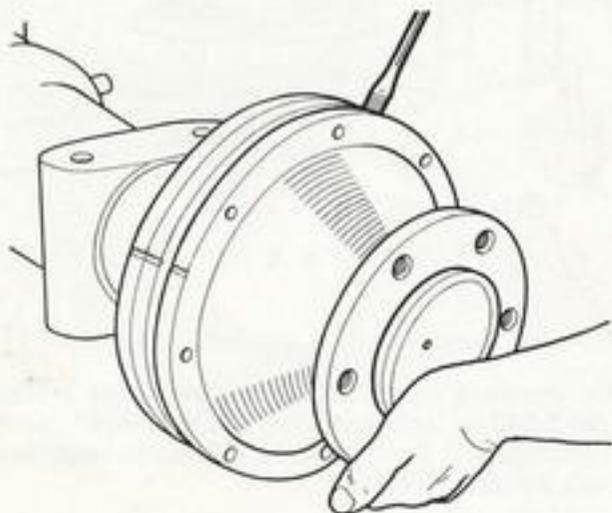

Fig. 2
- A l'aide d'un tournevis engagé dans les encoches prévues, décoller le couvercle de réducteur (fig. 2) avec la fusée et le porte satellites (24. Fig. 1).